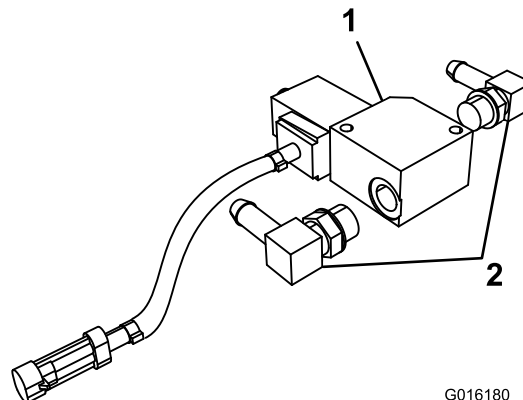

Figura 4
14. Installate 2 raccordi idraulici (90 gradi) davanti e dietro la valvola solenoide (Figura 4).